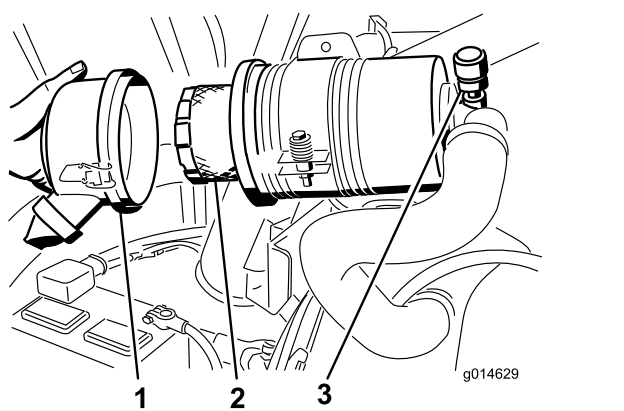

Рисунок 74
3. Снимите и замените фильтр (Рисунок 74).